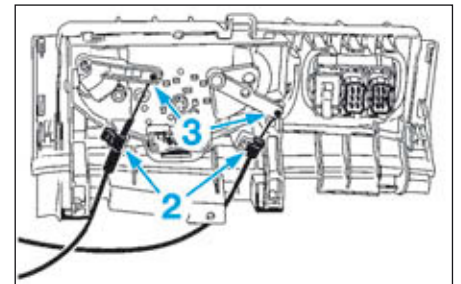

FIG.52
- Déposer les agrafes (2) du panneau de commande de chauffage (Fig.52).
- Déboîter les extrémités des câbles de répartition et de mixage d'air (3) des leviers sur le panneau de commande de chauffage en les repérant pour la repose.